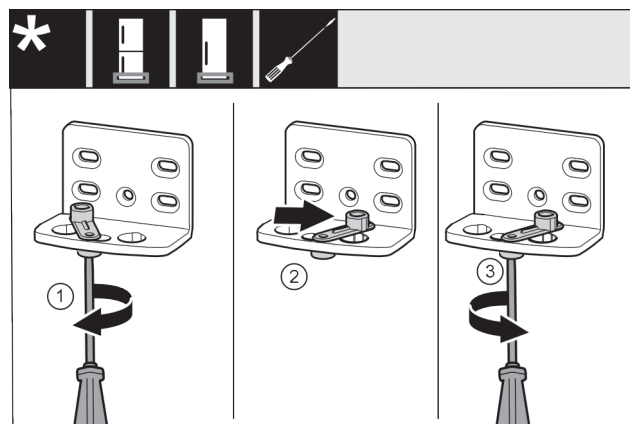

Fig. 46 *
- Allentare leggermente la vite Fig. 46 (1) con un cacciavite.*
- Sollevare l'ausilio di chiusura della porta Fig. 46 (2) e ruotarlo nel foro di 90° a destra.*
- Stringere la vite Fig. 46 (3) con un cacciavite.*